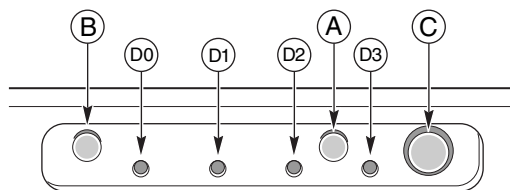

Figure 2 Contrôles et voyants du panneau avant
Les contrôles et voyants du panneau avant qui suivent sont indiqués dans la Figure 2.
6. Si le serveur ne se met pas en marche automatiquement, appuyez sur le bouton de mise sous tension du panneau avant (reportez-vous à la Figure 2 , page 16).
7. Vérifiez que le voyant principal d'alimentation du panneau avant est allumé (reportez-vous à la Figure 2 , page 16). Après quelques secondes, le test automatique de mise en marche (POST) se lance.